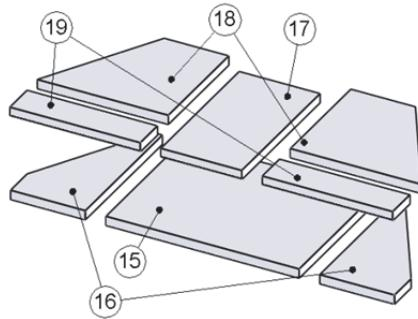
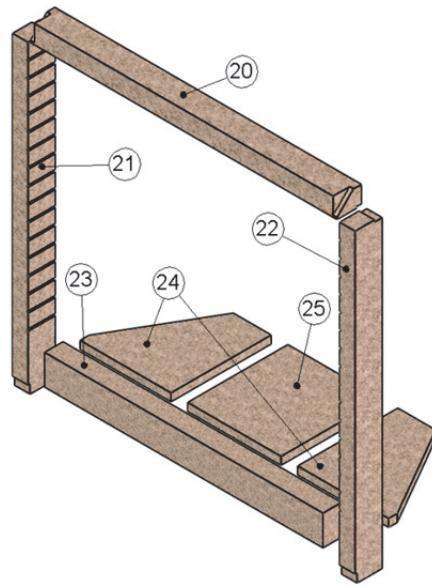

Figure 10 Isolant de fond
Figure 11 Pierres réfractaires de périphérie et de fond
Reportez-vous à la Figure 9, à la Figure 10 et à la Figure 11 pour la procédure d'installation ci-dessous :
18. En tenant la pierre réfractaire du dessus (20), installez les pierres réfractaires avant gauche (21) et droite (22) de chaque côté. Les pierres droite et gauche devraient maintenant soutenir la pierre réfractaire du dessus.
19. Nettoyez le fond de la boîte à feu et posez les **deux** épaisseurs de panneaux isolants de fond, comme indiqué à la Figure 10. Assurez-vous que les panneaux isolants sont bien serrés les uns contre les autres et aussi près que possible de l'avant.
20. Installez la marche à cendres (23), le plus en avant possible.
21. Placez les pierres réfractaires du fond (24 et 25) tel qu'indiqué à la Figure 11.